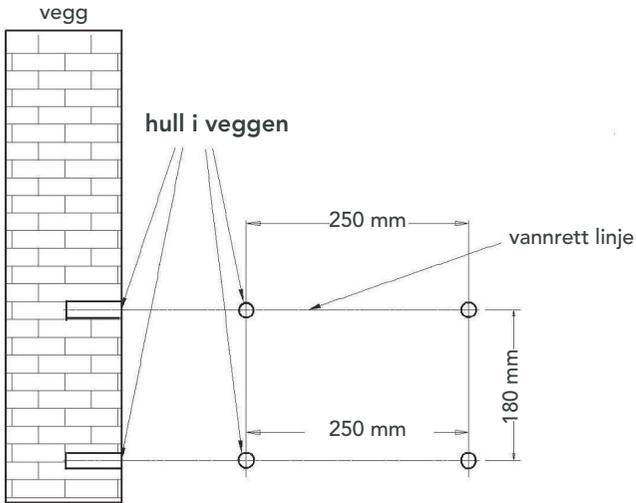

Fig. 4
- 3 Bor 4 hull i veggen med samme avstand som i veggfestet. Pass på at hullene har samme diameter som plastpluggene (medfølger i separat plastpose), og at hullenes lengde er den samme som plastpluggenes lengde, Fig. 4